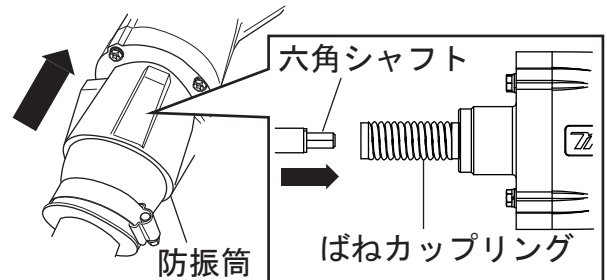

図6
5. 六角シャフトを防振筒内のばねカップリングにさし込み、防振筒を押し込む。(図6)